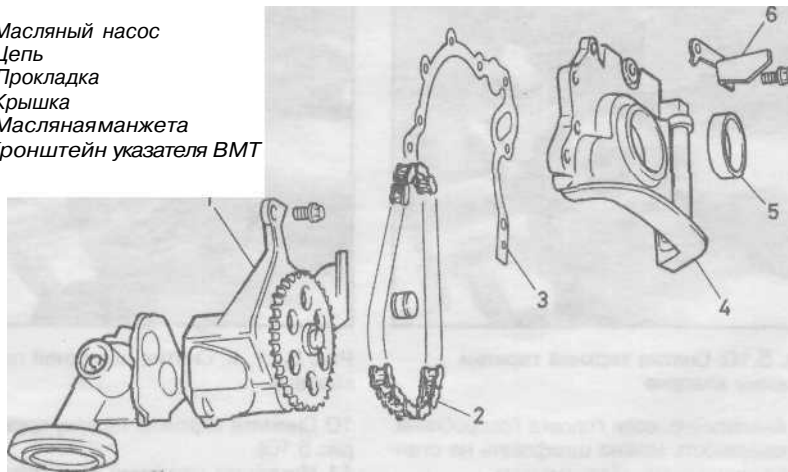

Рис. 7.4. Детали масляного насоса
- 4 Для проверки зацепления шестерен насоса можно снять крышку и фильтр маслоприемника с обратной стороны насоса [см. рис. 7.4].